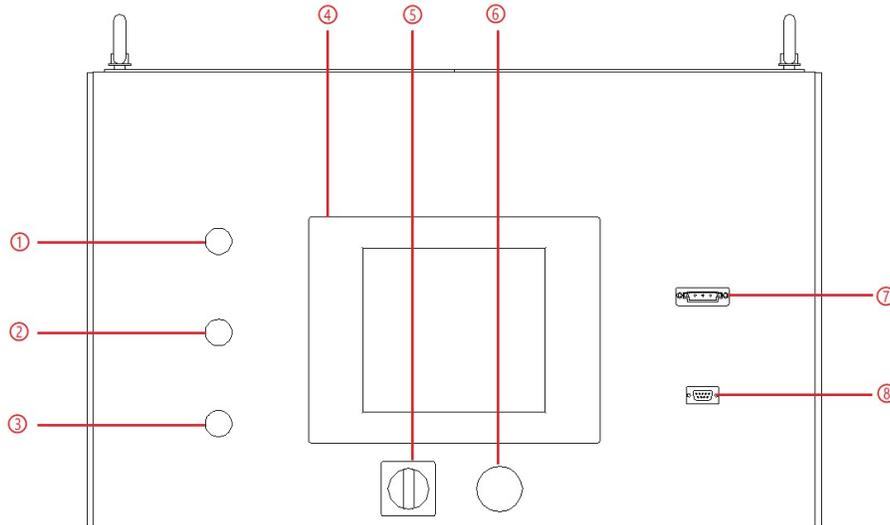
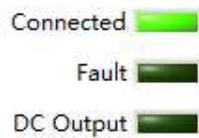

图 3-4 前面板
图 3-5 触摸屏软件指示灯
电源初始化几秒钟后，控制单元和触摸屏工作，设备进入待机状态，若电源通讯连接正常，设备白色指示灯（图 3-4①）常亮，触摸屏软件界面“Connect”指示灯显示为绿色（图 3-5）。